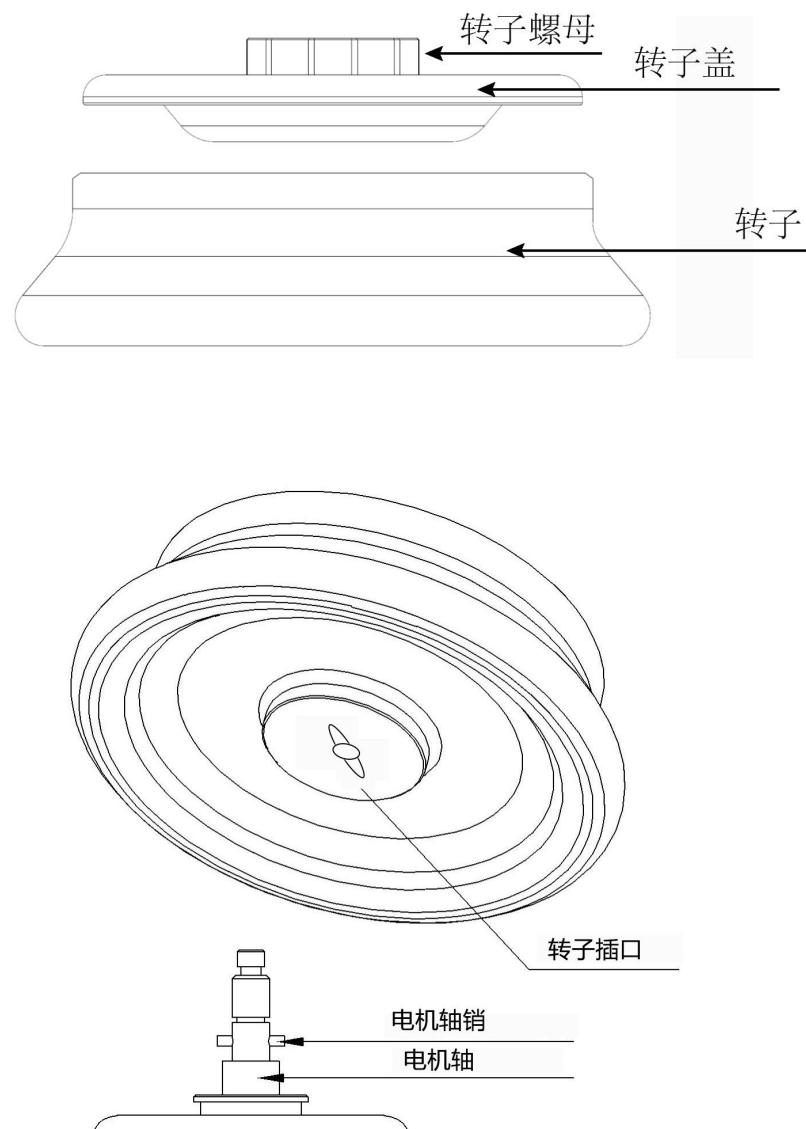
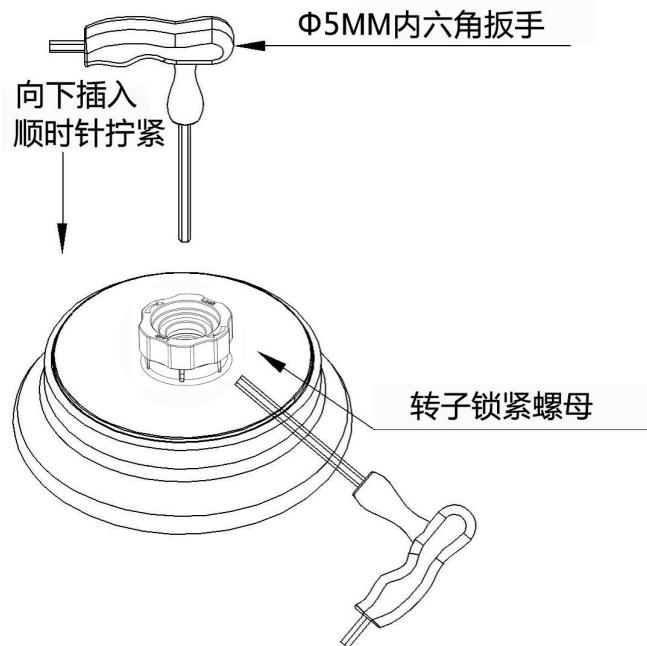

图 5：安装转子示意图 A
图 6：安装角转子示意图 B
安装转子的步骤如下（示意如图 5、图 6）
- 如图 5 所示位置，将图 5 中的 A 点转子槽方向对准电机主轴上 B 点的转子卡槽销方向垂直套入电机主轴上，再用随机附带的内六角扳手将转子上的锁紧螺母锁紧至电机主轴上。